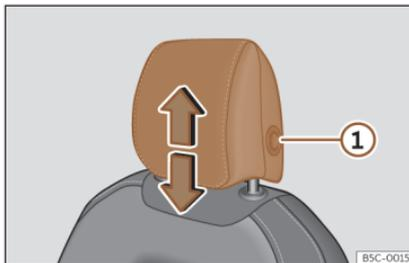
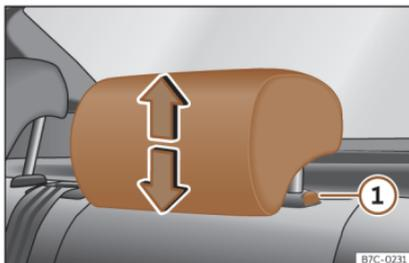

Fig. 103 Sedile anteriore: regolazione del poggiatesta.
Fig. 104 Poggiatesta posteriore: regolazione del poggiatesta.
agire analogamente, premendo il tasto laterale ①»» fig. 103 »» fig. 104 .
- Premere il pulsante laterale»» fig. 103 ① e rimuovere il poggiatesta.